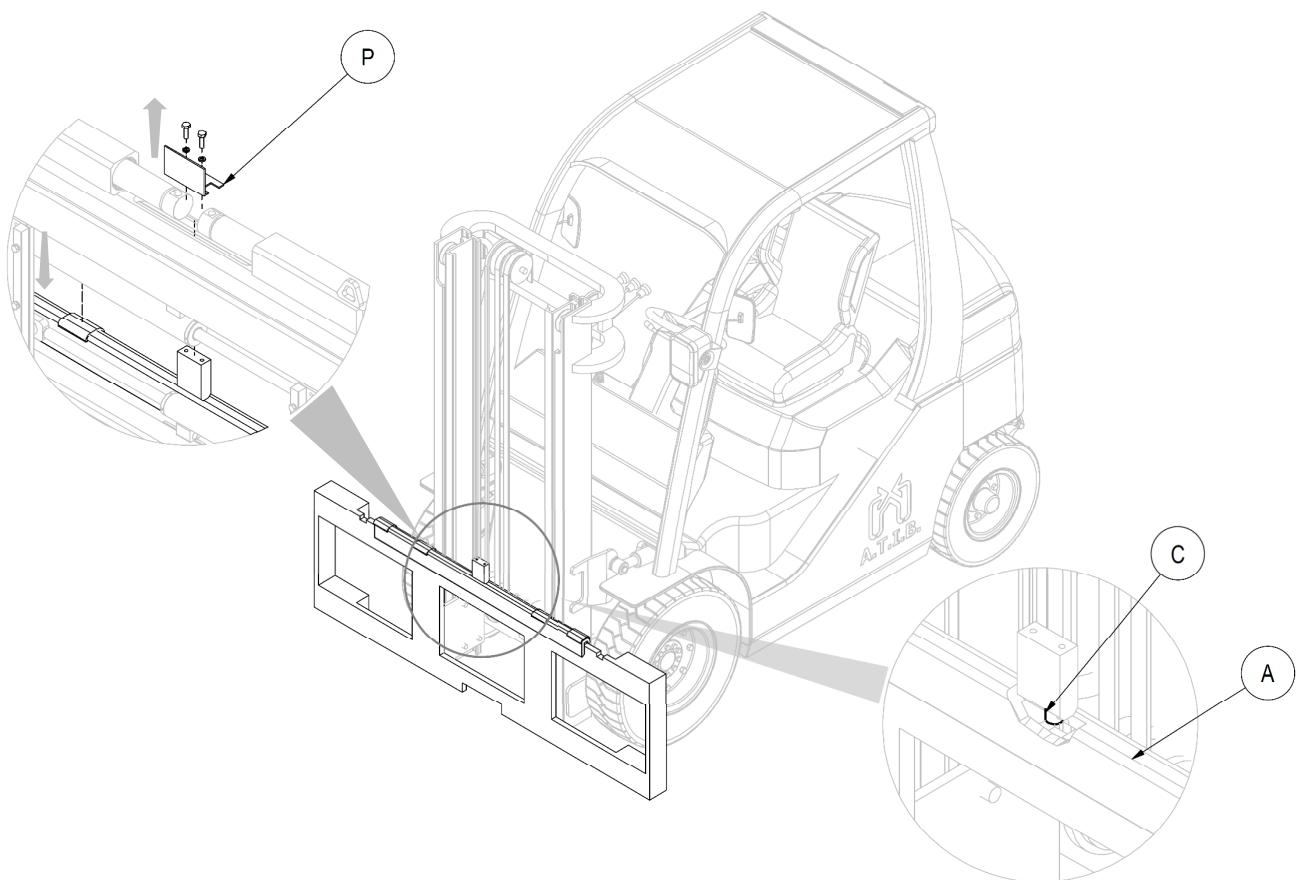

Figure 5
4. Après avoir enlevé le pli de protection (P) avec les vis correspondantes, prendre manuellement le double crochet A (avec les bagues de guidage), et le placer sur le profil supérieur de la plaque porte-fourches, en prenant soin d'encastrer le pivot de centrage C dans l'encoche centrale de celle-ci (voir Figure 5).